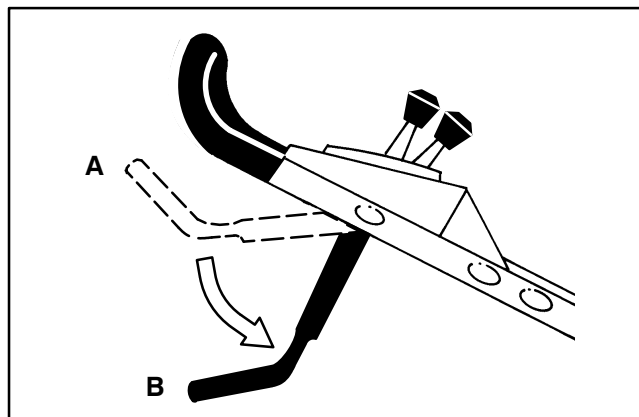

Figure 18
7. Abaisser la barre de commande dans la position la plus basse (Fig. 18, position B).
3. Abaisser la barre de commande dans la position la plus basse (fig. 18).